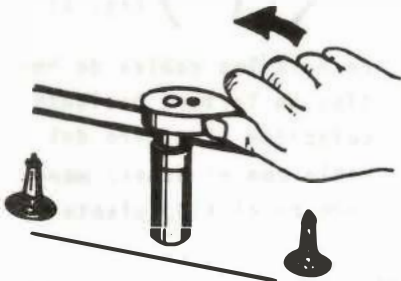

Fig. 13
c. Afloje las bujías (Fig.13) girándolas 3 vueltas con la llave.